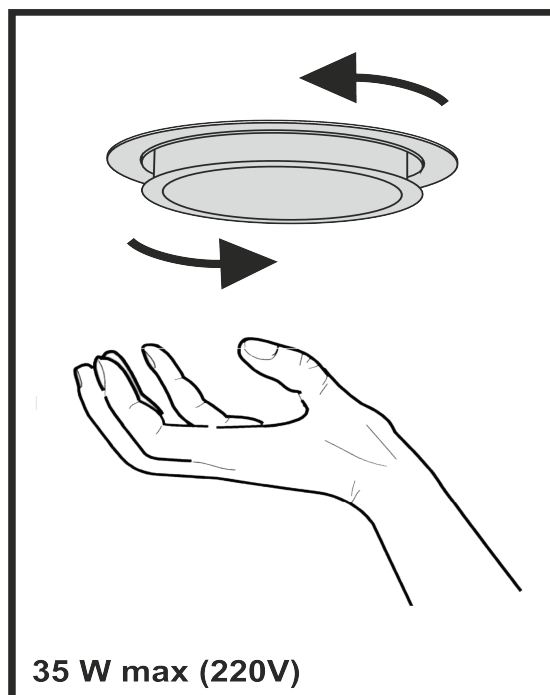

Рис.8
8.9 На витяжці встановленні галогенні лампи підсвітки робочої зони плити. Перед початком заміни ламп освітлення необхідно відключити витяжку від електромережі, дати можливість охолонути лампам Для заміни лампи необхідно зняти фільтри, віджати тримач патрона на себе, щоб лампа вийшла з корпусу витяжки, утримуючи тримач патрона, злегка надавити на лампу в напрямку патрона і, повернувши її проти годинникової стрілки, вийняти (**рис.8**). Замість неї необхідно встановити нову з тими ж характеристиками і встановити фільтри.